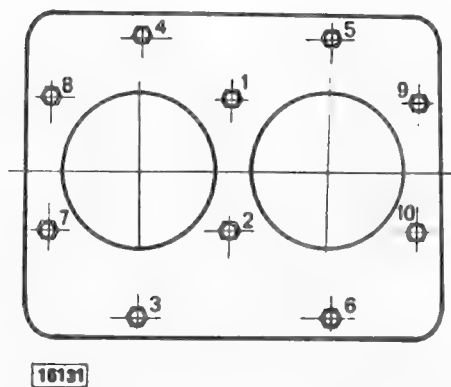

Fig. 3
4. Strîngerea chiulasei se face conform schemei de succesiune a strîngerii piulițelor de fixare a chiulasei, fig. 3.